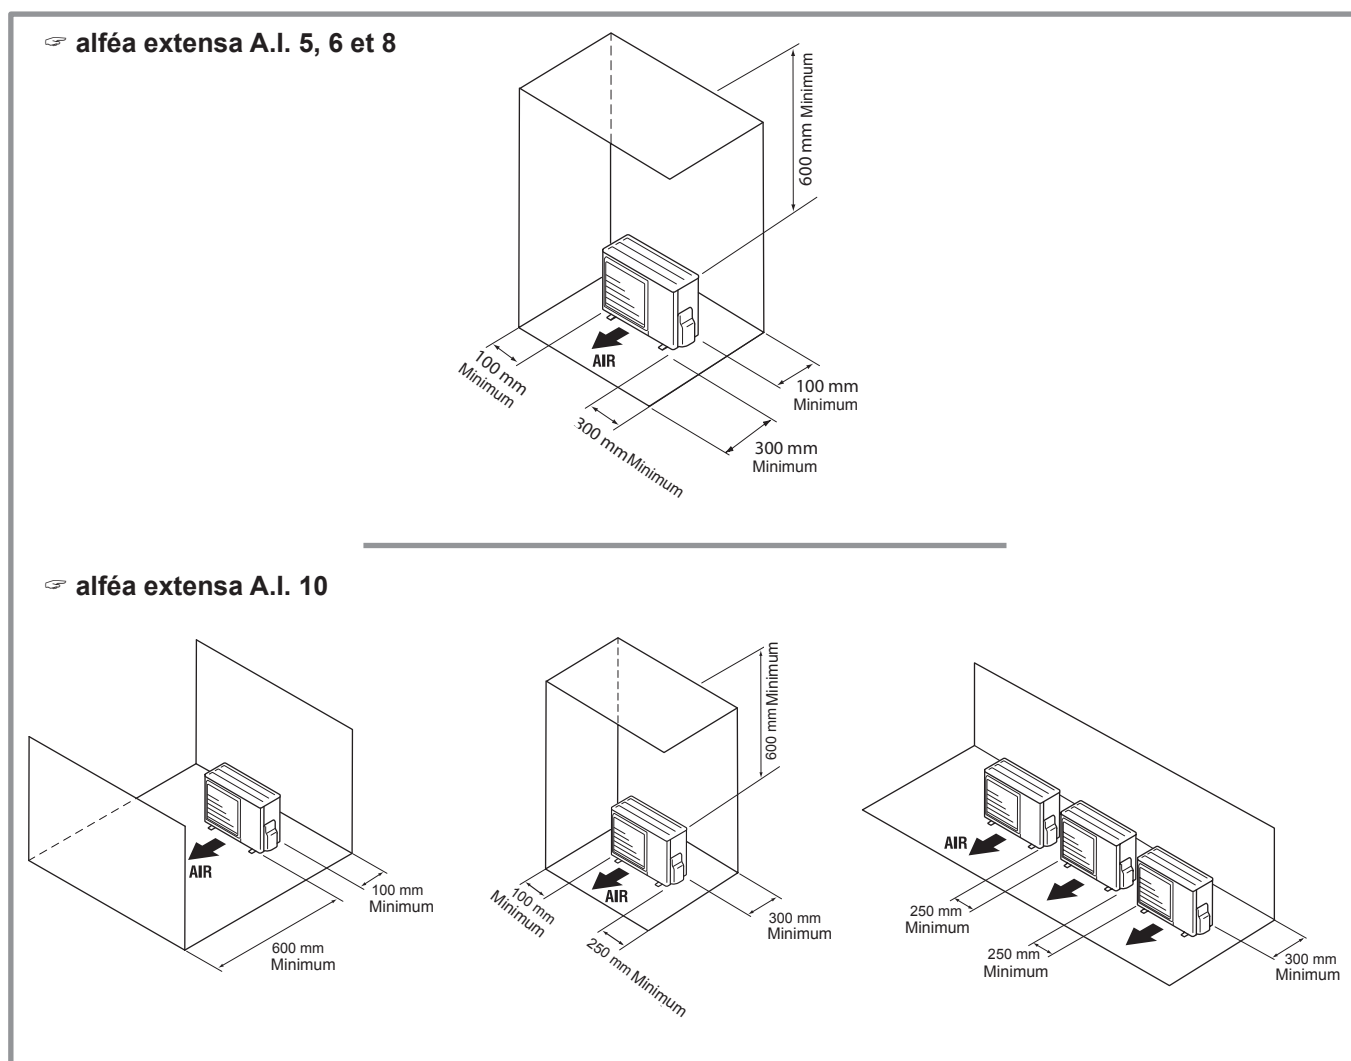

figure 13 - Dégagements minimum d'installation autour de l'unité extérieure
- ☞ **L'unité extérieure doit exclusivement être installée à l'extérieur (dehors). Si un abri est requis, il doit comporter de larges ouvertures sur les 4 faces et respecter les dégagements d'installation (figure 13).**
- L'appareil doit être parfaitement accessible pour les travaux d'installation et de maintenance ultérieurs (figure 13).
- Aucun obstacle ne doit entraver la circulation de l'air à travers l'évaporateur et en sortie du ventilateur (figure 13).